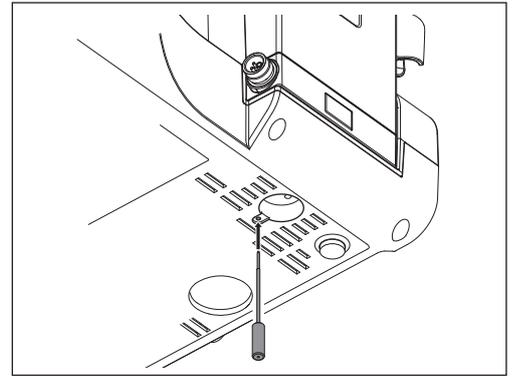

Fig. 43
- 1) Introduza a ferramenta de desbloqueio no orifício na base da unidade de controlo e empurre ao máximo. (Fig. 43)